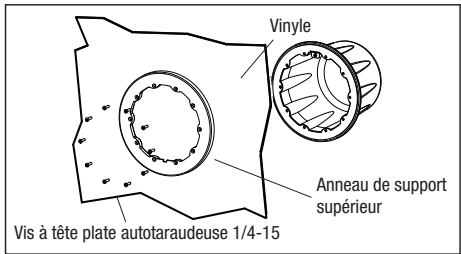

Figure 5. Installation piscine vinyle
- Alignez l'anneau facial avec la niche. Assurez-vous d'orienter la niche de manière à ce que le marquage « TOP » de la niche soit en position 12 heures et fixez l'anneau facial à la niche à l'aide de dix (10) vis à tête plate autotaraudeuses 1/4-15. Serrez les vis en croix à environ 25 po-lb. Reportez-vous à la *Figure 5*.